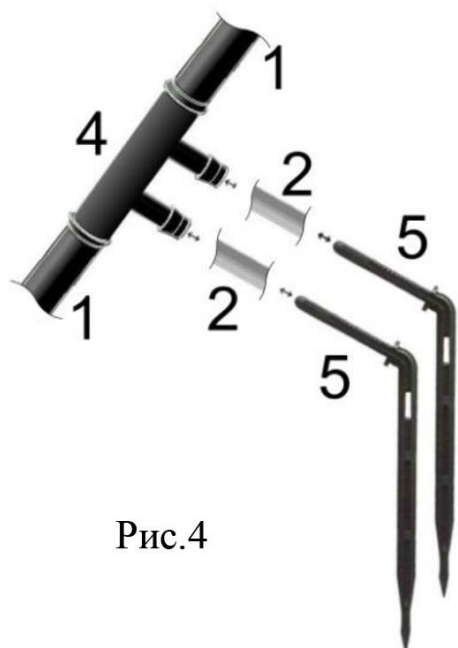

Рис.4
7. Нарежьте шланг для капельниц (2) в соответствии с Вашей схемой посадки.
*Будьте внимательны при резке шланга для капельниц. На каждый разветвитель(4) Вы можете использовать примерно 40 см шланга.*
8. Соедините малые разветвители (4) с капельницами (5) шлангами (2) согласно рис.4.